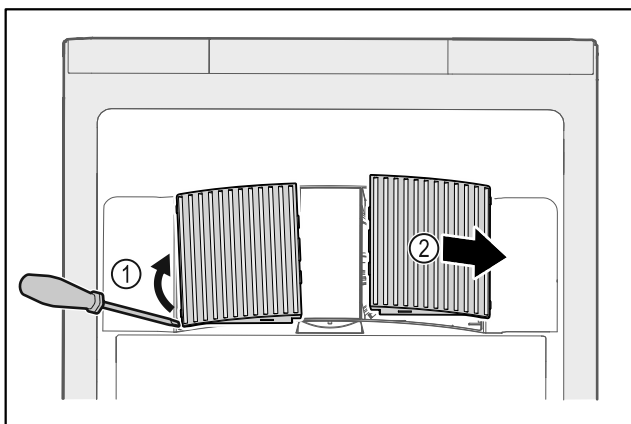

Fig. 34
- ▶ Abrir cuidadosamente las cubiertas del ventilador haciendo palanca por un lado Fig. 34 (1) y retirarlas hacia delante Fig. 34 (2).